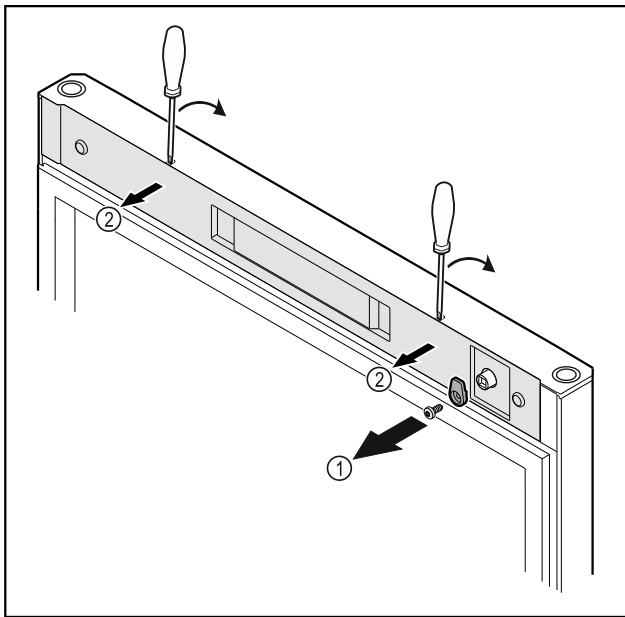

Fig. 18
- ▶ Desatornillar el gancho de cierre Fig. 18 (1).
- ▶ Desencajar la cubierta Fig. 18 (2) con un destornillador pequeño y retirarla.